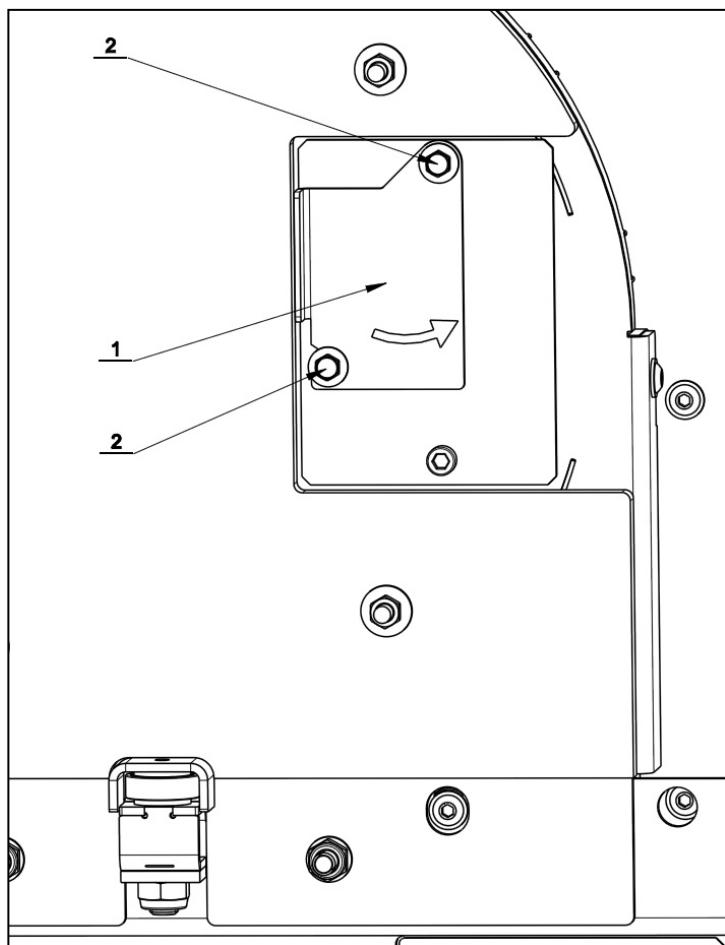

Figura 3.7.3.B – coperchio per il controllo visivo della fiamma.
- Nella parete posteriore del montante destro si trova il punto di scarico del calore residuo (1) – figura 3.7.3.C.